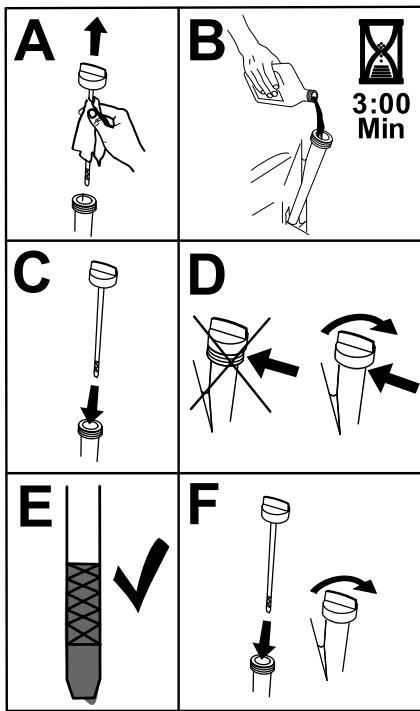

Bild 45
6. Gießen Sie langsam ungefähr 80 % der angegebenen Ölsorte in den Einfüllstutzen und füllen Sie dann vorsichtig mehr Öl ein, um den Ölstand an die Voll-Markierung zu bringen (**Bild 45**).